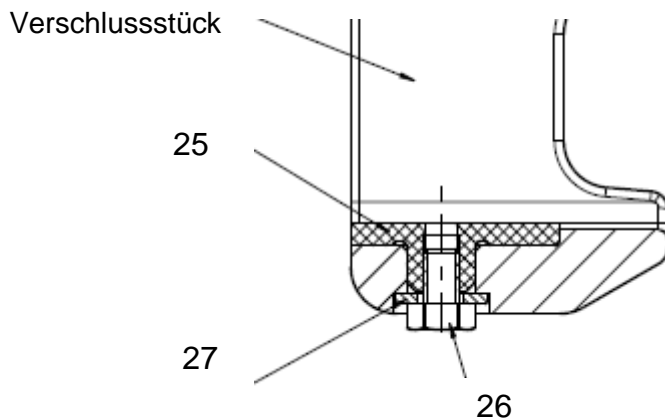

Bild 11 Auswechseln des Gleiteinsatzes bei Verschleiß
Bei Verschleiß des Gleiteinsatzes (25) im Verschlussstück kann dieser durch Lösen der Verschraubung (26, 27) ausgewechselt werden (Bild 11).